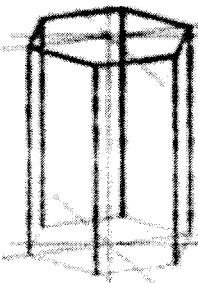

Рисунок 3
3) З кожної вершини основи провести ребро призми розмір яких дорівнює 6 мм (рисунок 3)
4) З'єднати вершини верхньої основи.(рисунок 3)